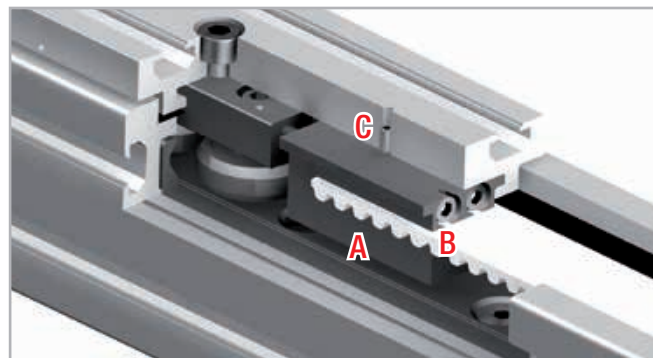

Fig. 15
1. Allentare le viti di sicurezza C (in alto sul cursore) dell'unità di tensionamento della cinghia A (vedi fig. 15).